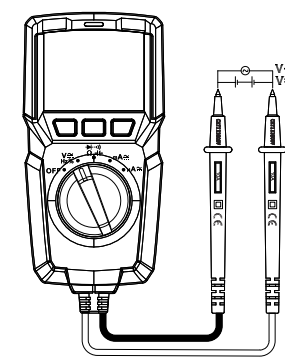

图2
- ①表笔
- ②NCV显示灯
- ③LCD显示器
- ④SELECT按键
- ⑤频率、占空比切换按键
- ⑥HOLD/BL背光按键
- ⑦旋钮开关
- ⑧表笔架
- ⑨电池盖
1. 直流电压测量(见图2)